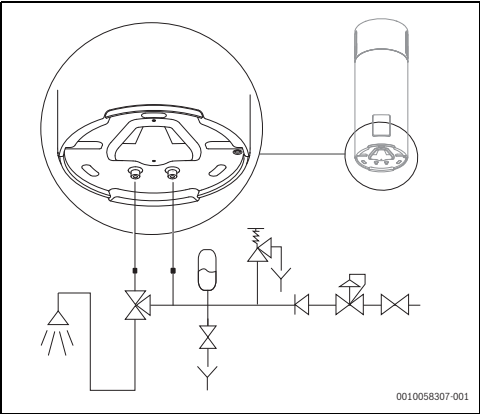

Fig. 20 Conexiones de impulsión de agua
Es obligatorio que el instalador del sistema monte una válvula de seguridad de 8 bar en la tubería de entrada de agua fría (fig. 20).
La descarga conectada a la válvula de seguridad debe instalarse inclinada hacia abajo. También debe instalarse en un lugar donde esté protegida contra la formación de hielo (fig. 20).
No cerrar nunca la válvula de corte durante el funcionamiento. (→fig. 20, página 74).
- ▶ Instalar un vaso de expansión¹⁾ (→ fig. 20) para evitar que la válvula de seguridad se abra con tanta frecuencia.